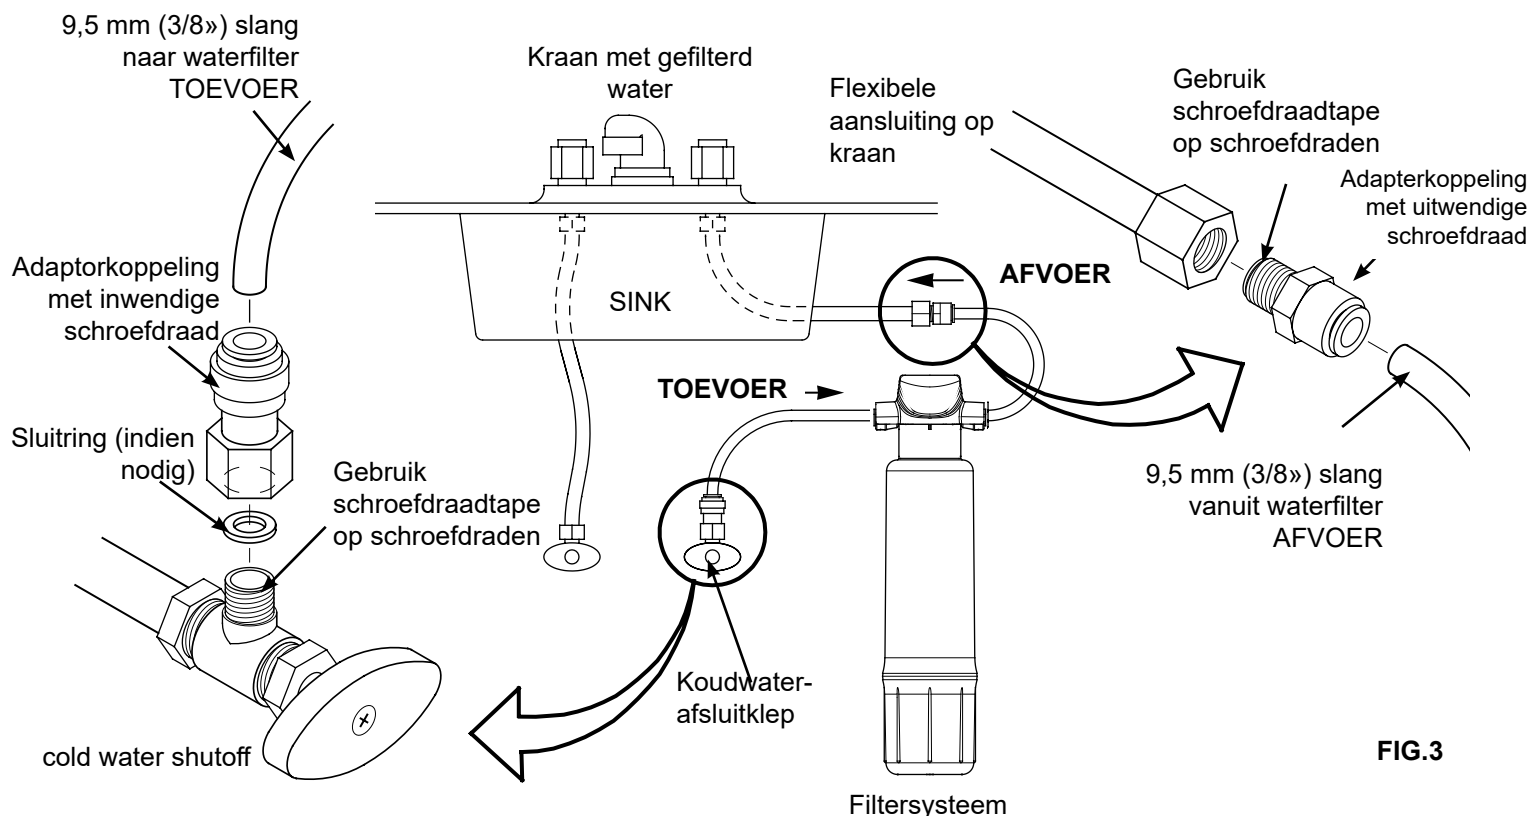

FIG.3
3. Zoek de bijgeleverde adapterkoppeling met uitwendige schroefdraad (zie fig. 3) en installeer deze in de moer op de kraantoevoerleiding die u heeft losgemaakt in stap 2 (gebruik schroefdraadtape).
4. Zoek de bijgeleverde adapterkoppeling met inwendige schroefdraad (zie fig. 3) en installeer deze op de koudwater-toevoerbuis (gebruik schroefdraadtape). Als het schroefdraadgedeelte van de watertoevoerbuis te kort is om volledig in de adapterkoppeling te steken (ca. 10,4 mm), plaatst u de meegeleverde afsluitring erin, zoals weergegeven in figuur 3.